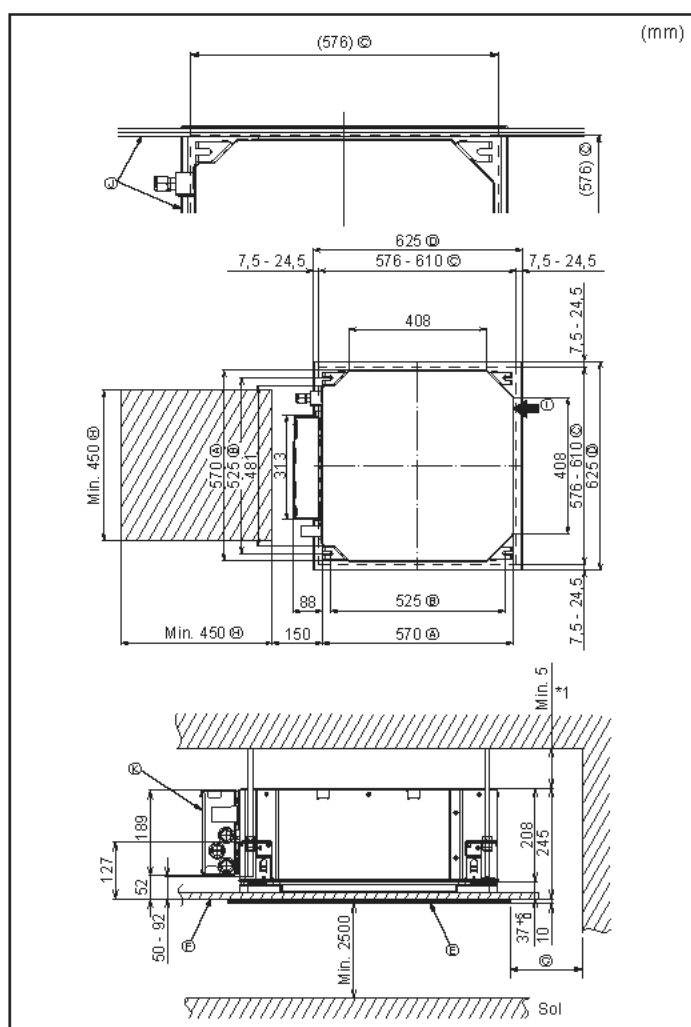

Fig. 4-2
⑦	Prise d'écoulement	1
⑧	Isolation	1
4.2. Emplacement d'installation des ouvertures au plafond et boulon de suspension (Fig. 4-2)